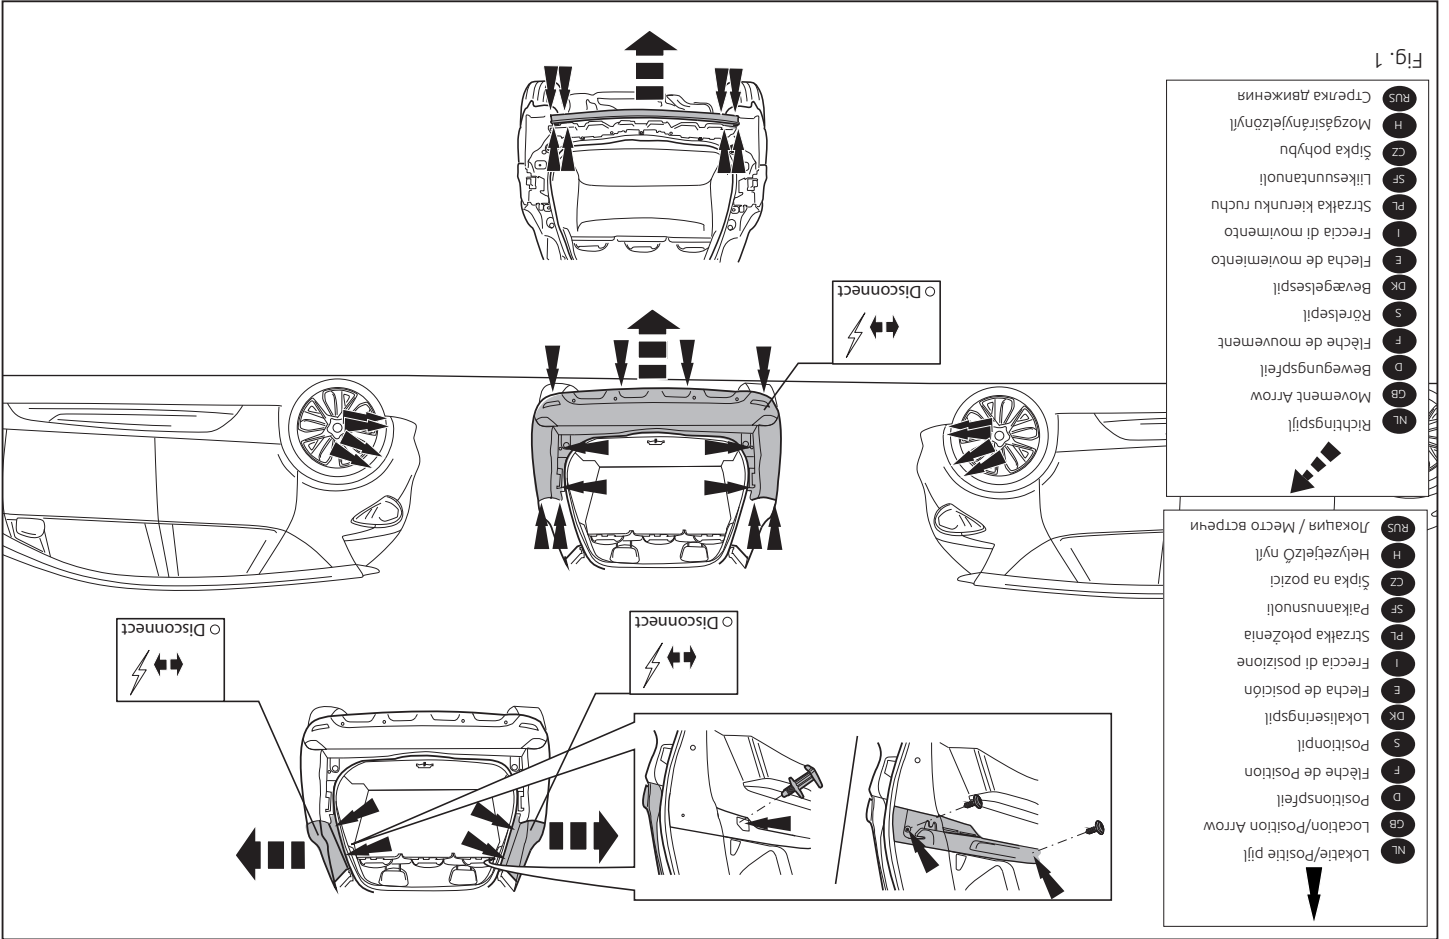

Fig. 1
1. Remove the rear-light units. Remove the bumper and the steel buffer beam from the vehicle. See figure 1.
1. Die Rücklichter abmontieren. Die Stoßstange einschließlich des stählernen Stoßbalkens vom Fahrzeug abmontieren. Siehe Abbildung 1.
1. Démonter les feux arrière. Déposer le pare-chocs du véhicule y compris la traverse en acier. Voir la figure 1.